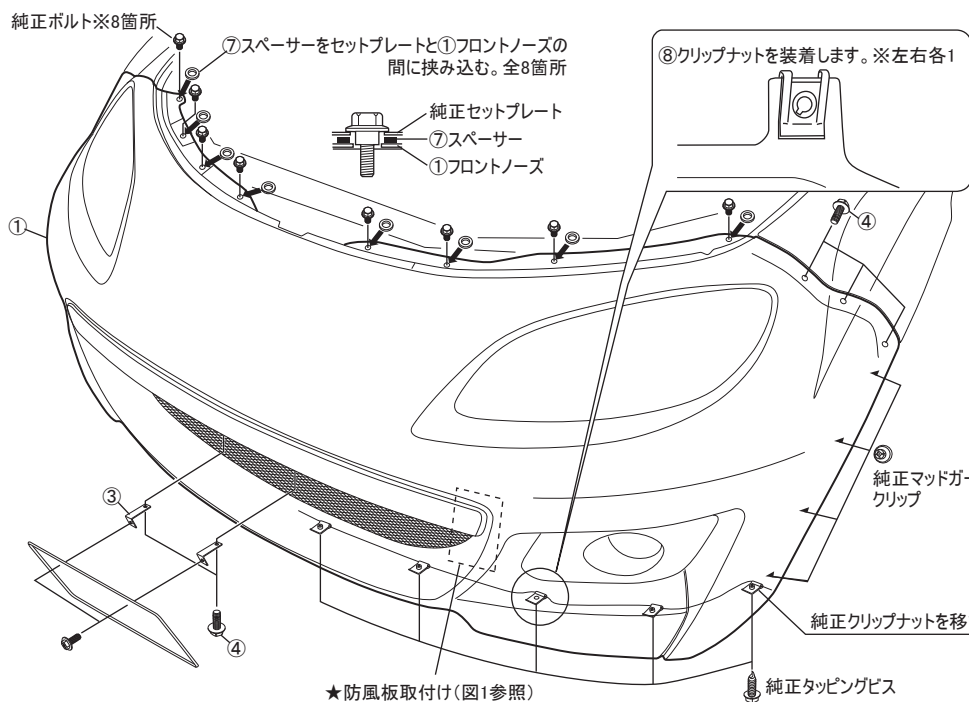

図1: フォグランプの取付けと防風板の取付け
1. 純正フロントバンパーを取外し、純正バンパーの上端に装着されているセットプレートを取外し、⑤トラスボルトと⑥フランジナットを使用して①フロントノーズに移設します。 ※10箇所のリベットはドリルなどで破壊して取外してください。
2. 図1を参照に純正フォグランプを純正ボルトを使用して①フロントノーズに取付けます。
3. 純正バンパーの下端に装着されているクリップナット(8個)と⑧クリップナットを①フロントノーズの図示の位置に移設します。(※左右各1)
4. 図1を参照に①フロントノーズのセンターダクト裏側両端に付属の防風板を備付けのピンで網と共止めします。
5. 取外した純正ボルト類と付属ボルト類を使用して①フロントノーズを装着します。